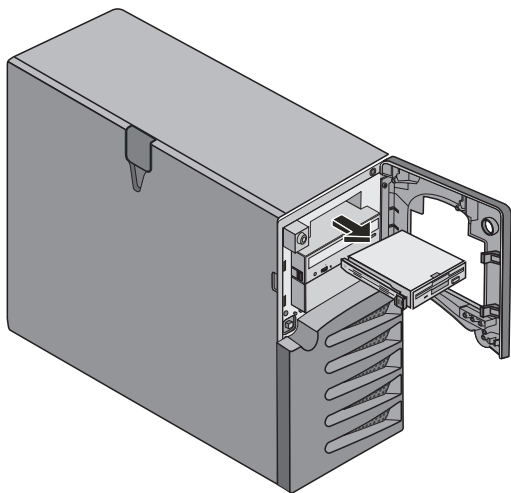
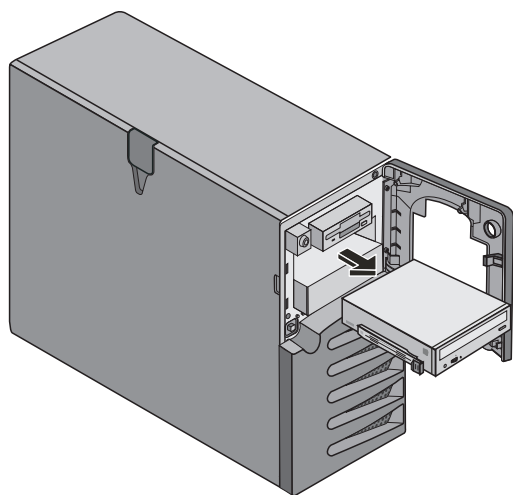

图 2-5：卸下软盘驱动器
图 2-6：卸下 CD-ROM 驱动器
软盘驱动器和 CD-ROM 驱动器分别占用搁架 8 和搁架 7，所有型号的 HP ProLiant ML150 服务器都按这种标准配置。请参阅图 2-5 和图 2-6
6. 抓住磁盘边缘，轻轻地将驱动器滑出机箱。请参阅图 2-5。
5. 向内按压驱动器的两个锁定器，并抓住磁盘的边缘，轻轻地将驱动器滑出机箱。请参阅图 2-6。